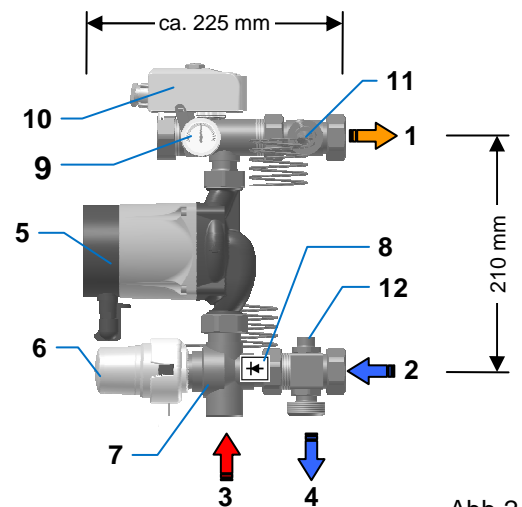

Abb.2
(patrz rys.2) Zawór mieszający (7) jest regulatorem proporcjonalnym. W zależności od temperatury nastawionej na głowicy termostatycznej (20-50°C) „gorąca” woda o temperaturze zasilania obiegu kotła (3) miesza się z „zimną” wodą powracającą z obiegów ogrzewania podłogowego (2). Kontrolę nad nastawioną temperaturą zasilania dla ogrzewania podłogowego sprawuje czujnik (11). Odchylenia od nastawionej wartości powodują zmianę ilości gorącej wody dodawanej w zaworze mieszającym. Temperatura zasilania ogrzewania podłogowego jest utrzymywana w stałym wąskim zakresie wartości i można ją odczytać bezpośrednio na termometrze (9).
Podczas montażu trzeba zwrócić uwagę na to, by nie uszkodzić lub załamać kabli pompy i wyłącznika bezpieczeństwa jak również kapilary czujnika. Jednocześnie kable nie mogą być poddane naprężeniom rozciągającym. Aby właściwie podłączyć zasilanie i powrót trzeba : (Rys.2 i 3.1 - 3.2).
W przypadku wysokiej temperatury w obiegu kotła albo wysokich wydajności pompy obiegu kotła może być wymagane nastawienie zaworu regulacyjnego (12) na powrocie (rys.2). Zazwyczaj zawór ten jest w pełni otwarty. Żeby nastawić zawór regulacyjny trzeba wyjąć czujnik (11) z tulei zanurzeniowej i nastawić termostat na 50°C. To gwarantuje całkowite otwarcie zaworu mieszającego (7). Dalej trzeba dopilnować, by wszystkie obiegi ogrzewania płaszczynowego pozostały przez jakiś czas otwarte, żeby podnieść temperaturę powrotu do takiej, która będzie występowała podczas normalnej pracy instalacji. Poprzez zamknięcie zaworu regulacyjnego im Uhrzeigersinn ilość domieszana zostanie podniesiona z „zimnej” wody powrotnej ogrzewania płaszczynowego do „gorącej” wody zasilającej z obiegu kotła i w ten sposób temperatura zasilania ogrzewania płaszczynowego obniży się. Temperatura wynikowa może zostać odczytana na termometrze. Potem można z powrotem włożyć czujnik do tulei zanurzeniowej i ustawić termostat na wymaganą temperaturę.